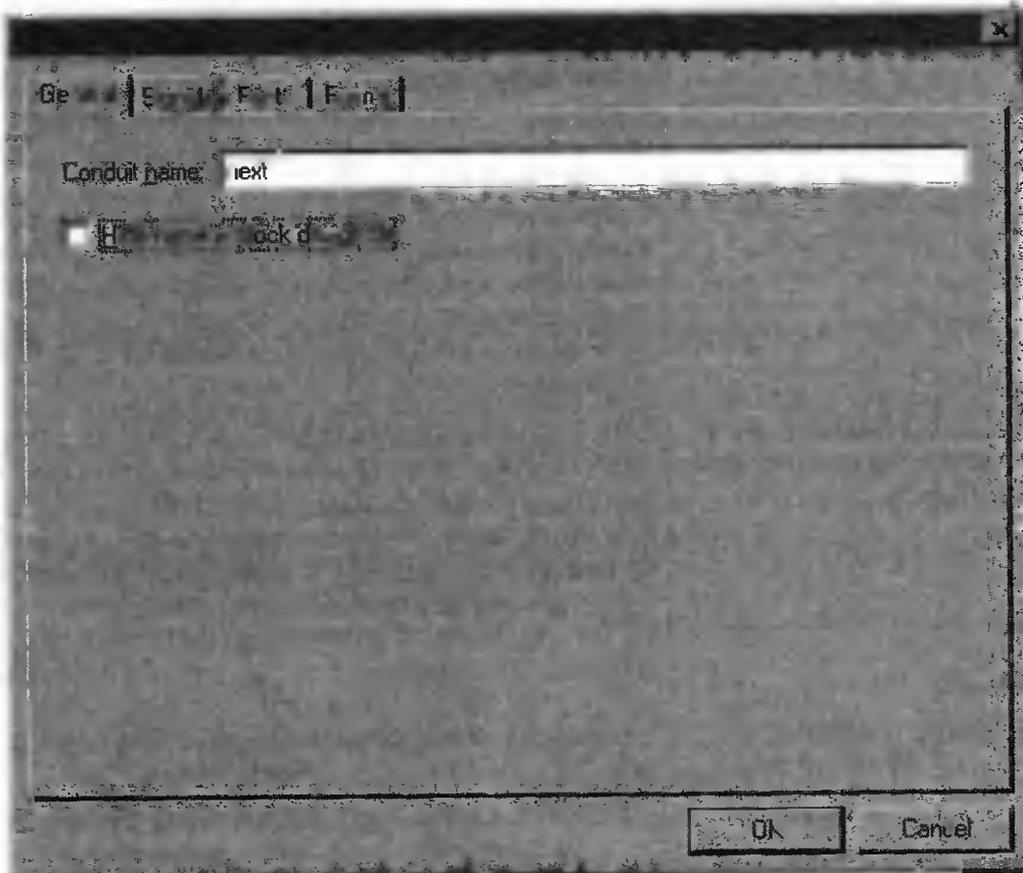

Рис. 3.24
4. В поле **Conduit name** (имя канала) введите имя `next`. (рис. 3.24).